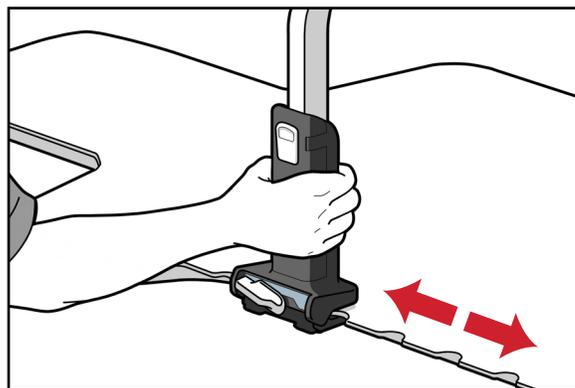

Рис. 8
2. Для горизонтальной регулировки разблокируйте оба зажима для моста, переместите мост в нужное положение на устройстве, а затем зафиксируйте зажимы для моста на месте. (Рис. 8 и 9)